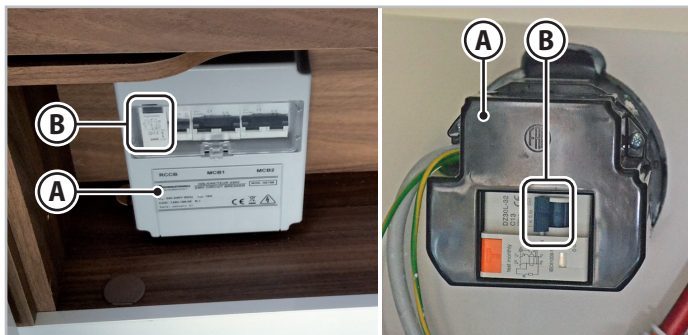

Fig. 6.32 - Strømforsyningspanel
Kjøretøyets 220 V-strømforsyningspanel (**A** - Fig.6.32) er beskyttet av en topolet effektbryter (**B** - Fig.6.32). Strømutaket er utstyrt med den tredje jordingspolen som kreves i henhold til gjeldende forskrifter.
1. Senk spakene (**B** - Fig.6.32) på jordfeilbryteren.
5. Løft spakene (**B** - Fig.6.32) på jordfeilbryteren.
1. Senk spakene (B - Fig.6.32) på jordfeilbryteren.
5. Løft spakene (B - Fig.6.32) på jordfeilbryteren.